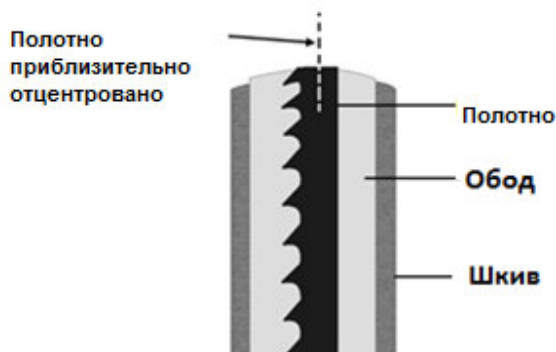

Рис. 26: Ход полотна
- Откройте верхнюю крышку, под которой располагается верхний шкив. Вращайте шкив рукой и следите за положением полотна на шкиве через окно. Полотно должно идти по центру шкива (Рис. 26).